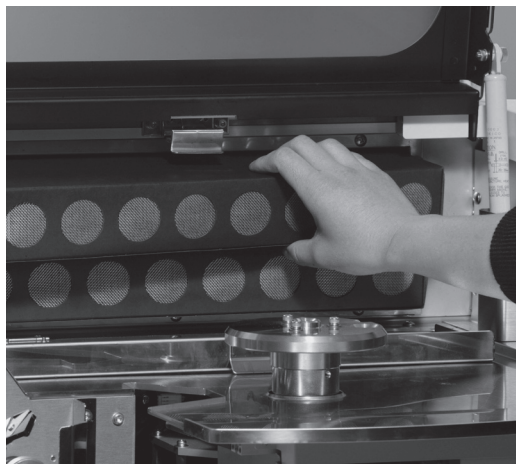

Bild 2-G
6. Plazieren Sie beide Filter im Schacht (Bild 2-F).